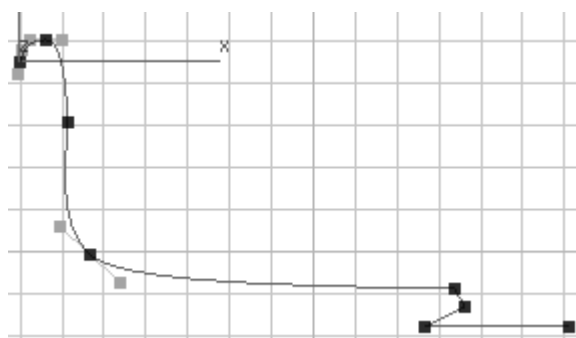

Рис. 5.1. Сплайн – профиль объекта
1. В окне проекции **Front (Спереди)** постройте сплайн, который будет профилем для будущего объекта (рис. 5.1).